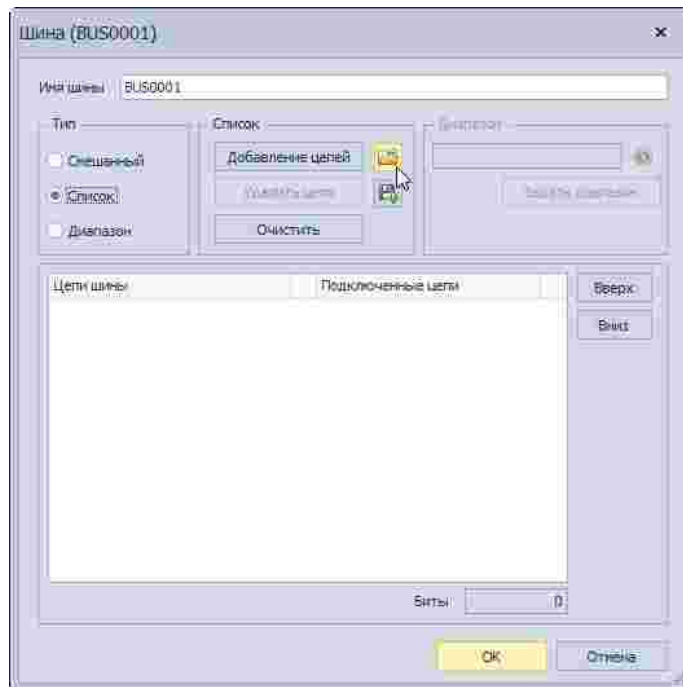

Рис. 154 Импорт списка цепей шины из текстового файла с помощью редактора цепей шины
4. В поле «Список» нажать , см. Рис. 154.